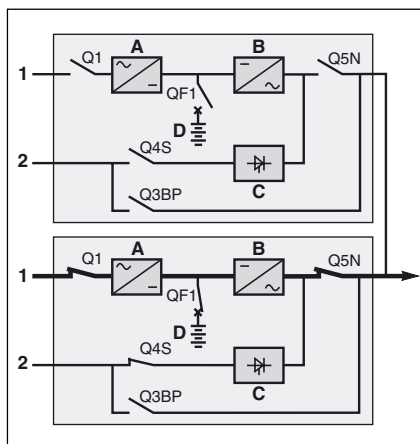

Fig. 27
Voir figures 27 et 28.
► isolement d'une ASI (fig. 27)